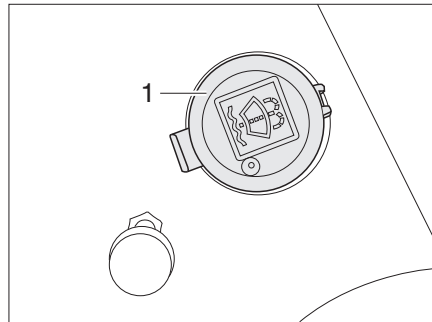

Bild 37 Einfüllstutzen Waschwasserbehälter
- Den Deckel (Bild 37,1) vom Einfüllstutzen des Waschwasserbehälters abnehmen.